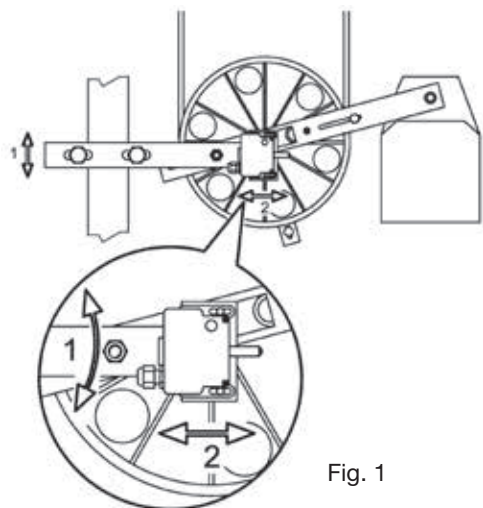

Fig. 1
- Regolare sull'interruttore di sicurezza, la posizione orizzontale di collegamento sulle asole (Fig. 1 Pos. 2);